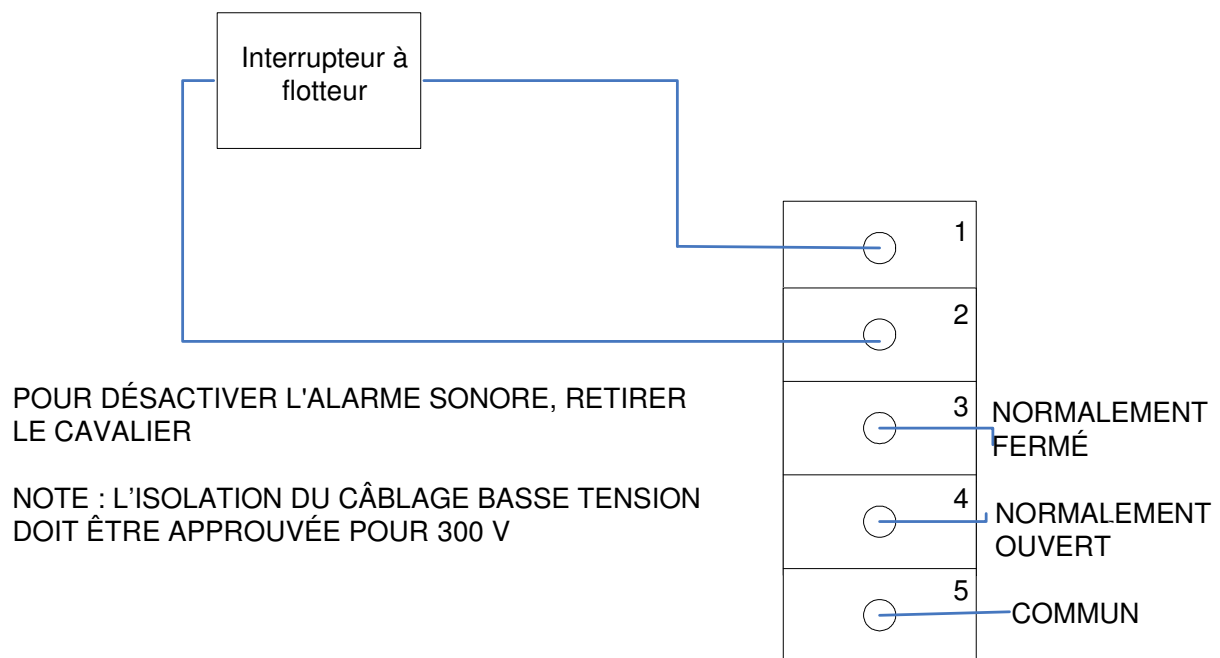

Figure 4 – Connexion du flotteur de haut niveau du NT1-P au panneau d'alarme RIA10-1-SAA
1. Prolonger les deux fils blancs de l'interrupteur à flotteur de haut niveau et pousser le câble à travers le serre-câble sur le panneau de commande et connecter les fils aux bornes 1 et 2 sur le bornier. Serrer l'écrou du serre-câble pour fixer le câble dans le panneau. Voir la figure 4 ci-dessous.